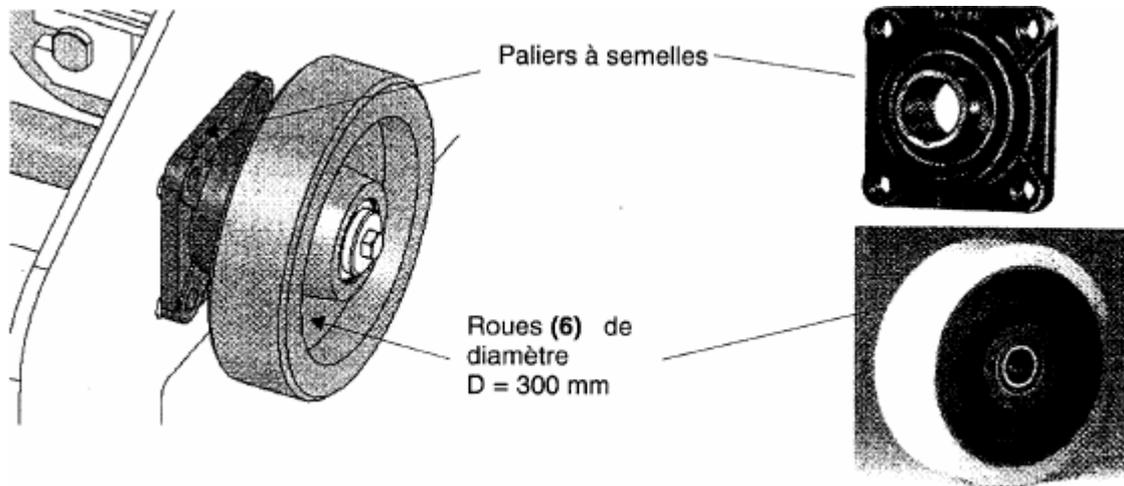

FIG.5 ROUE A BANDE
Les roues (6) sont commercialisées avec les roulements à billes dans les moyeux (FIG.5) dont les caractéristiques sont les suivantes :